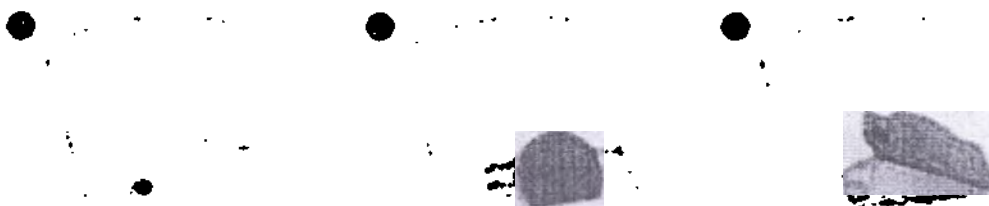

Рис. 41 Замена батареи FineTuner
4. Извлеките комплект отработанных батарей при помощи магнита передатчика. Для этого поднесите центр передатчика его нижней стороной к каждой батарее. Старайтесь не касаться контактов батарей (см. рис. 41).